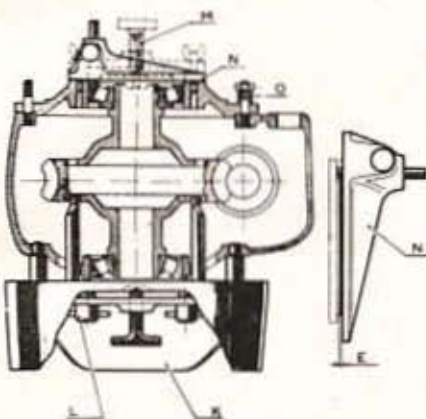

Fig. 113. — Détermination de l'épaisseur des cales à ajouter
- Déterminer au moyen du calibre N, l'épaisseur de cales nécessaires (fig. 113).